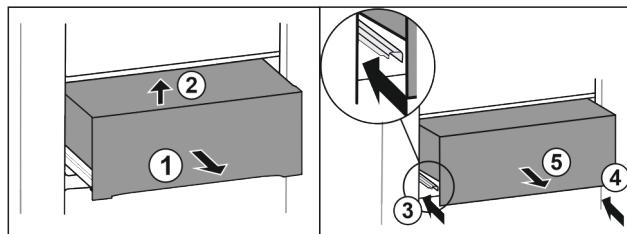

Fig. 22
- ▶ Вытяните выдвижной ящик наполовину. Fig. 22 (1)
- ▶ Приподнимите выдвижной ящик спереди. Fig. 22 (2)
- ▶ Вставьте левую направляющую. Fig. 22 (3)
- ▶ Вставьте правую направляющую. Fig. 22 (4)
- ▶ Извлеките выдвижной ящик движением вперед. Fig. 22 (5)